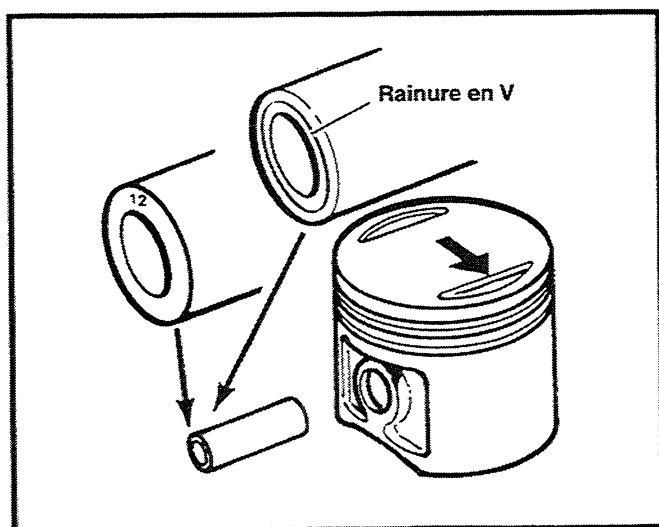

Figure 3-27. Identification de l'axe de piston et du piston
L'axe de piston est ajusté avec du jeu dans le cylindre et il pourra être extrait aisément. Les extrémités de l'axe sont coniques de sorte à faciliter la pose des circlips circulaires. Voir Figure 3-27. Les axes de piston des modèles 1200cc sont gravés avec un <12> ou une rainure en V à une extrémité.
9. Marquez « AV » ou « AR » sur le bossage de l'axe du piston pour indiquer cylindre avant et cylindre arrière. Voir Figure 3-27. La flèche située sur la partie supérieure des pistons des modèles 883cc et 1200cc doit toujours être dirigée vers l'avant du moteur.